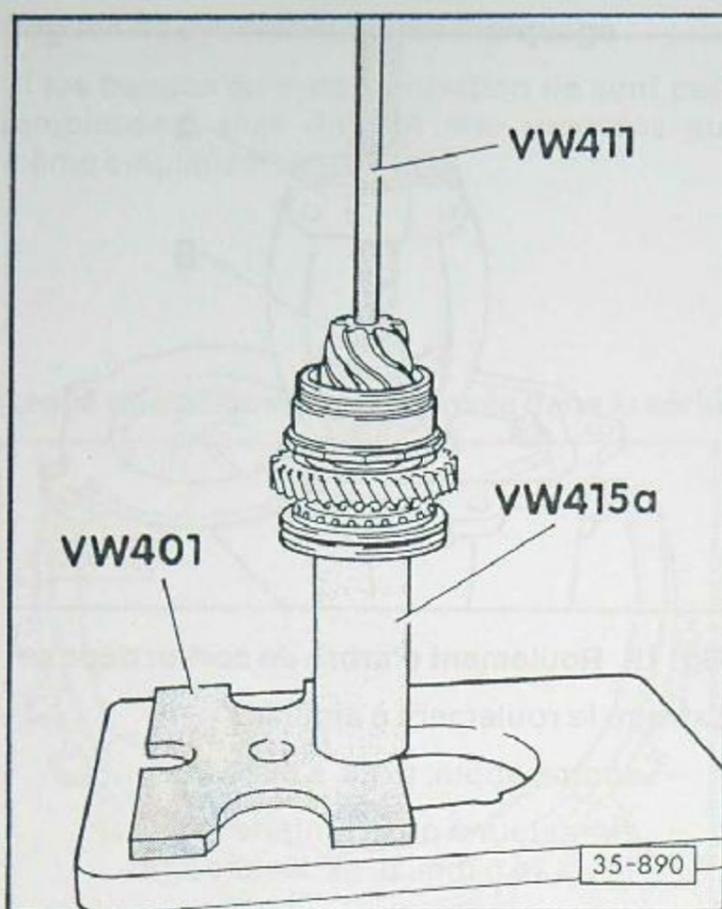

Fig. 12 Baladeur/synchroniseur: emmanchement à la presse
- Emmancher à la presse – fig. 12